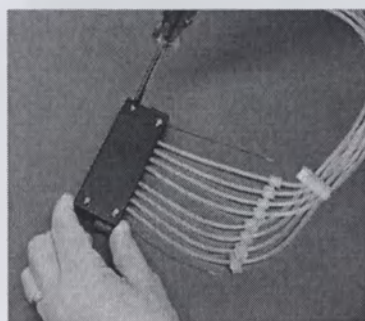

Рисунок 5-33. Установка на место крышки нижней части кассеты для диспенсирования
5. Завинтите четыре винта для крепления крышки нижней части кассеты для диспенсирования (рисунок 5-33).